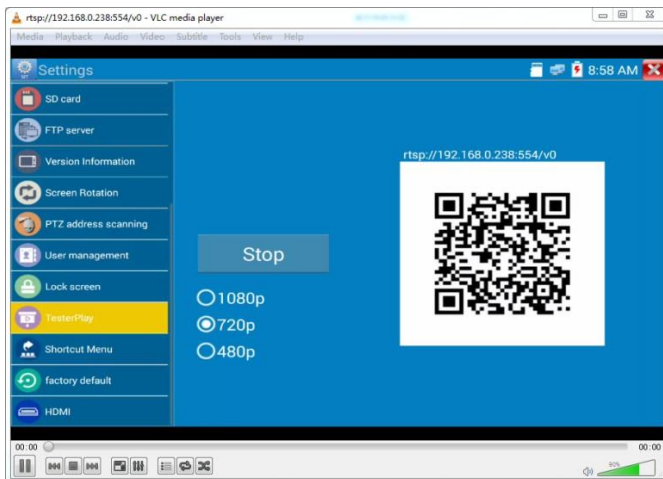

Рис. 22 Пример трансляции изображения на ПК с тестера с помощью VLC плеера
5) Просмотрите изображение (рис. 22).